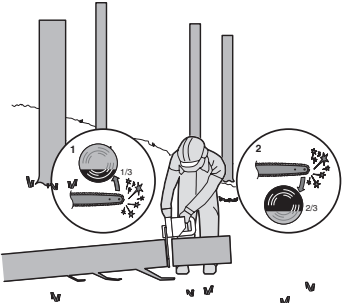

Abbildung 4
Wenn der Baumstamm gemäß Abbildung 4 an einem Ende abgestützt ist, schneiden Sie ein Drittel des Stammdurchmessers von unten ein (Rückhandschnitt) (1). Führen Sie anschließend den endgültigen Schnitt im Vorhandschnitt durch (2), um auf den ersten zu treffen.